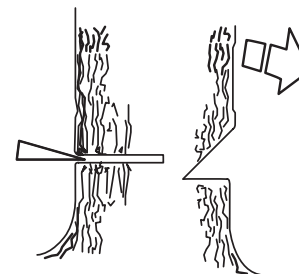

Рисунок 16 — Валочный пропил
- Валочный пропил (см. рис. 16) должен быть расположен примерно на 3–5 см выше нижнего подпила.